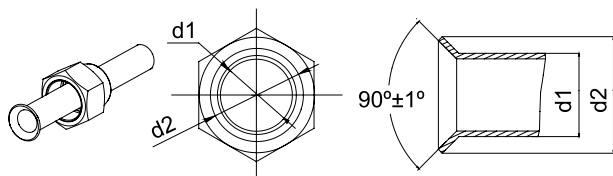

Рис. 5
4. Развальцовка должна быть выполнена равномерно, на развальцованном участке не должно быть трещин (см. рис. 5).